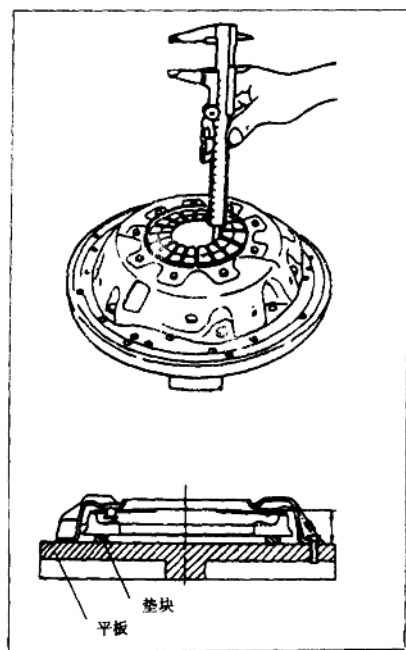

图 1-17
(1) 检查膜片弹簧的内端是否在同一平面上。其平面度极限值为 0.5mm 。如果离合器膜片弹簧因弯曲变形引起其内端平面度超差，可用调整扳手将其扳平。
(2) 检查膜片弹簧内端面高度，见图 1-17。膜片弹簧内端面高度 $A=37.5\sim 39.5\text{mm}$ 。
(3) 检查推力环的磨损或磨环情况。检查时，上下摇动离合器盖总成，或者用锤轻敲铆钉，如有振颤噪声或有轻微破裂声，则应予以更换。
(4) 检查压盘和离合器从动盘有无烧伤和变形。轻微者，可用砂纸予以修复。
(5) 检查压盘和离合器从动盘接触面有无变形和损坏，如有应及时更换。
(6) 检查飞轮端面跳动。飞轮端面跳动的检查，参照“发动机”的有关章节。
(7) 检查飞轮和离合器从动盘接触面有无烧伤或变色。轻微者，可用砂纸予以修复。